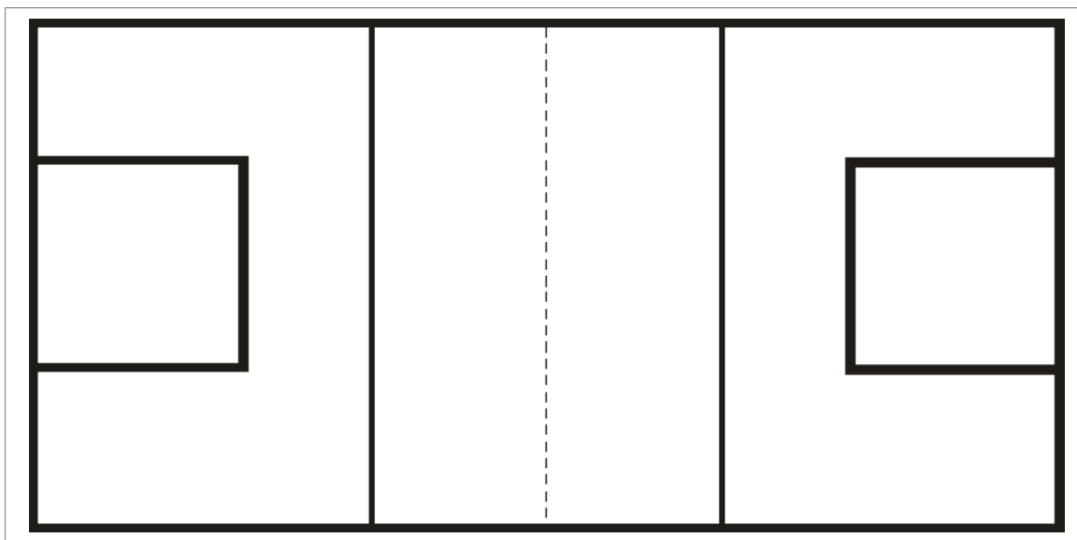

Рисунок 12. Схема игрового поля регламента «Захват флага».
1. При проведении соревнований используется игровое поле с размерами 2400 мм на 1200 мм. Размер базы 400 мм на 400 мм. (рис. 12). Поле рекомендуется размещать на высоте от пола, но не выше 20 см.